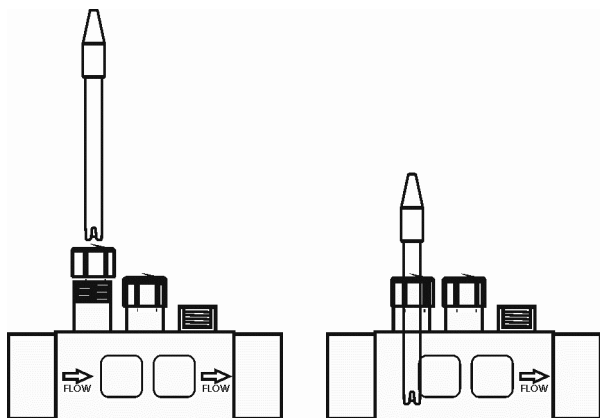

Fig. 12
1. Insertar la sonda de pH suministrada con el equipo en el alojamiento correspondientes del portasondas. (Fig. 12)